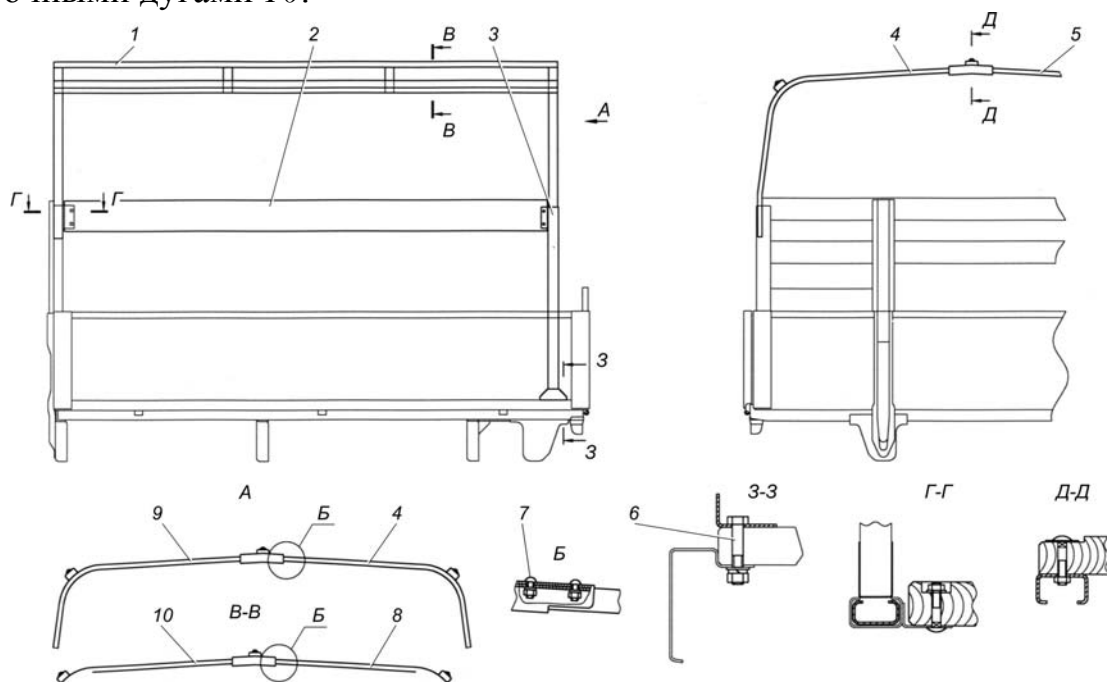

Рис. 12.2. Установка деталей каркаса тента:
Установка каркаса тента показана на рис. 12.2.
1. Установить стойку 3 (рис. 12.2) с левой стороны платформы и стойку тента среднюю правую (на рис. не показана) с правой стороны, предварительно